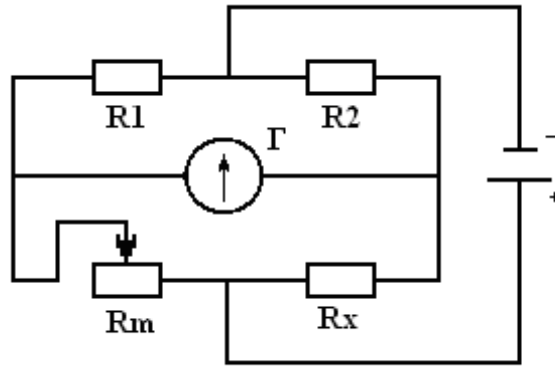

Рисунок 2
2. Перевірити можливість використання наявної апаратури в даній схемі (рис. 2)